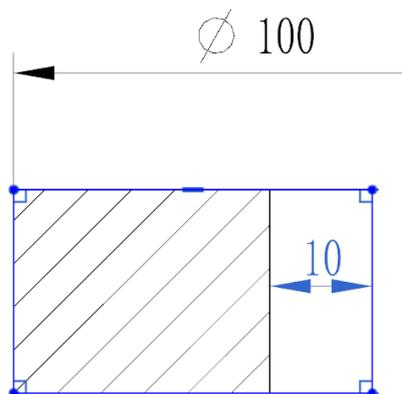

图 4
2.绘制草图，将草图与实体几何对象通过几何约束关联起来，如下图 4 所示。